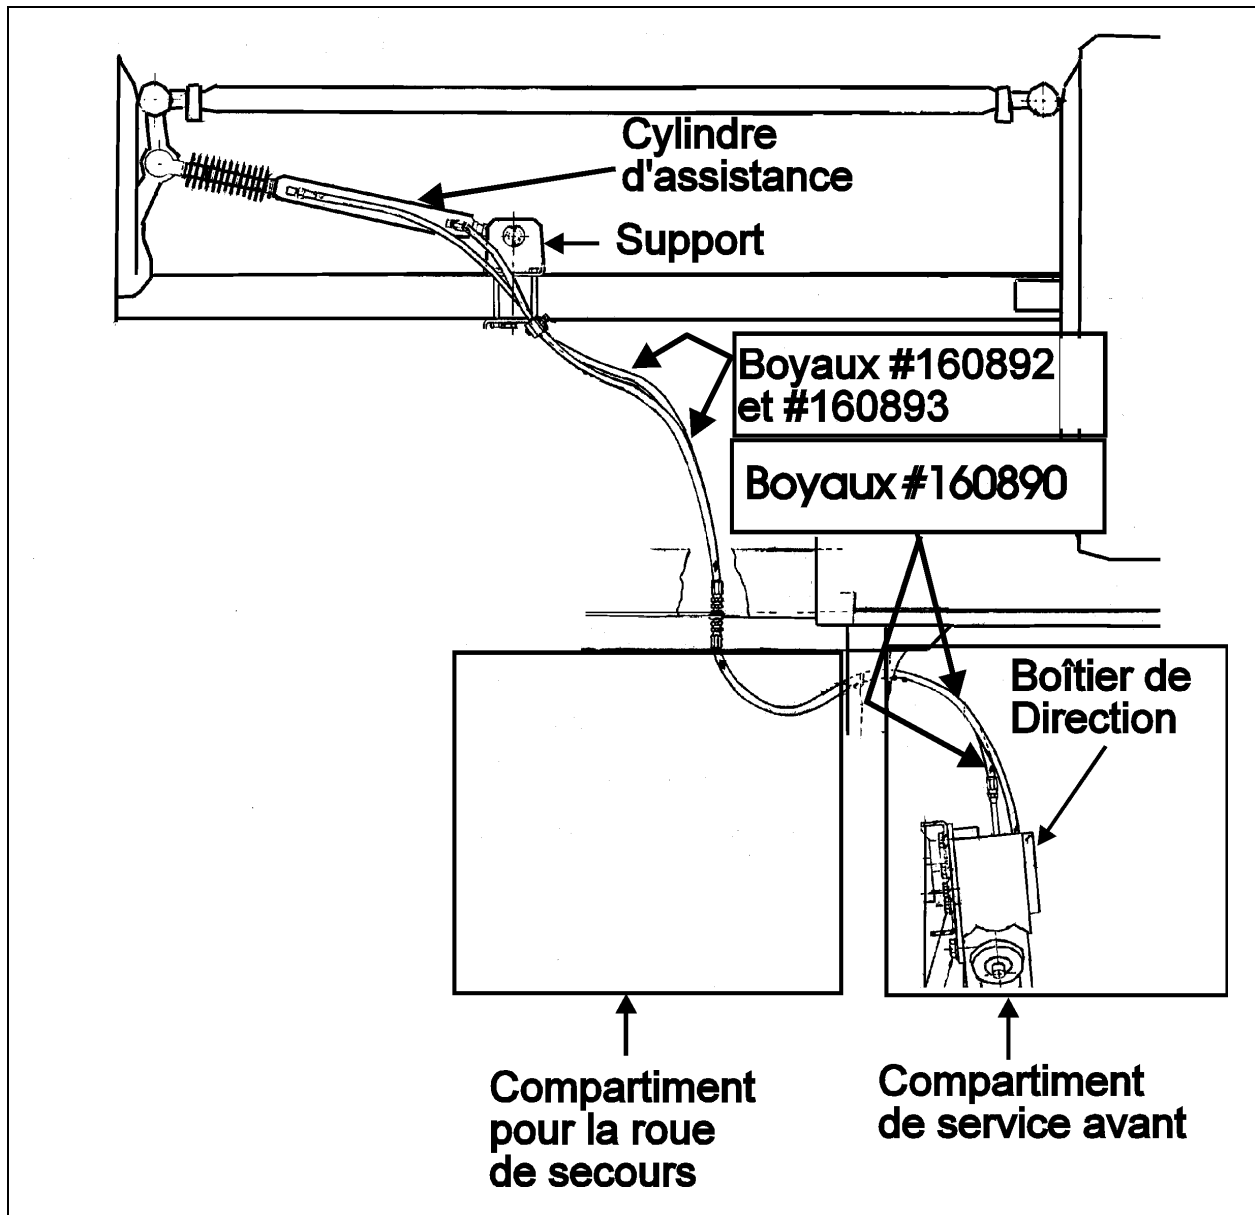

FIGURE 4: VUE DE HAUT DU CYLINDRE D'ASSISTANCE ET DES DEUX BOYAUX SUR LES VÉHICULES XL
4. Enlever les deux autres extrémités des boyaux dans le fond du compartiment pour la roue de secours (Fig. 4).
7. Localiser le cylindre d'assistance de conduite sous le véhicule (Fig. 4).